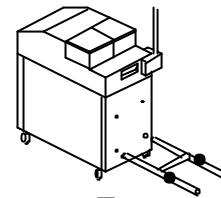

図2
クーラーで水槽を冷却する場合は下図2の位置に鉗子を掛けリサーキュレーションしてください。
(3) 熱交換器接続ホース(H型ホース)の片端をCP3000の湯水カプラー(IN)とWCP-1の送水カプラー(OUT)に接続し、もう一方を熱交換器に接続します。(図2)
(4) CP3000本体のH(HOT SHOT)スイッチのランプが点灯していることと、P(PUMP)スイッチがONであることを確認してからWCP-1の電源スイッチを入れてください。